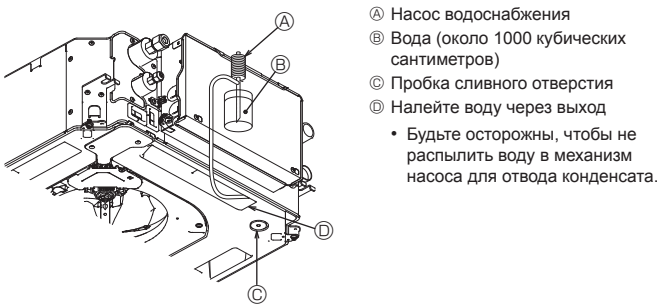

Fig. 8-6
8.4. Проверка дренажа (Fig. 8-6)